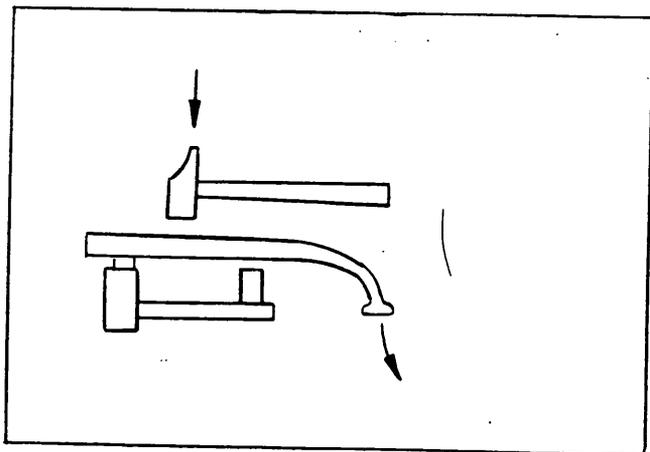

Fig. 18
- 7° Si le bras supérieur est trop court, le redresser par un coup de marteau sur la partie centrale, Fig. 18.